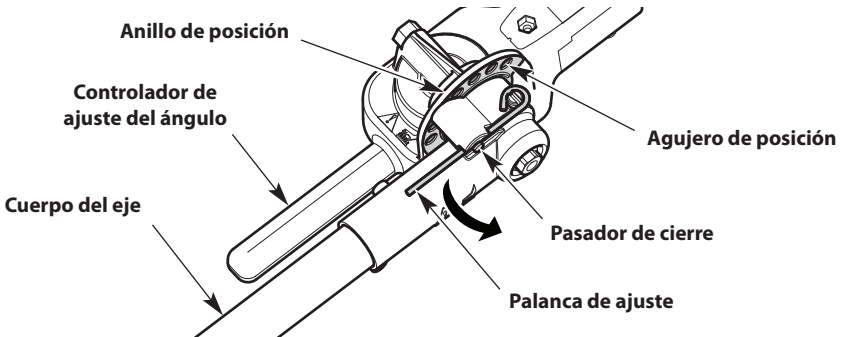

Fig. 8
1. Sostenga el controlador de ajuste del ángulo (Fig. 8) con la mano izquierda. Sostenga el cuerpo del eje (Fig. 8) con la mano derecha.
2. Con el dedo pulgar derecho, empuje la palanca de ajuste (Fig. 8) lejos del anillo de posición para desmontar el pasador de cierre (Fig. 8).
4. Alinee el pasador de cierre con el agujero de posición en el anillo de posición (Fig. 8).